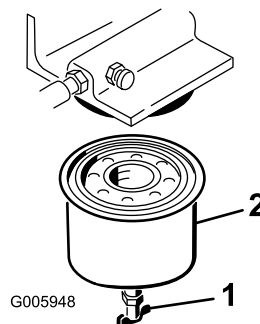

Figure 31
4. Ouvrez le robinet de vidange (Figure 31) pour vidanger le carburant qui se trouve dans le filtre à carburant dans un bac approprié. Débarrassez-vous du carburant conformément à la réglementation locale en matière d'environnement.
5. Déposez le filtre à carburant à l'aide d'une clé spéciale (Figure 31).